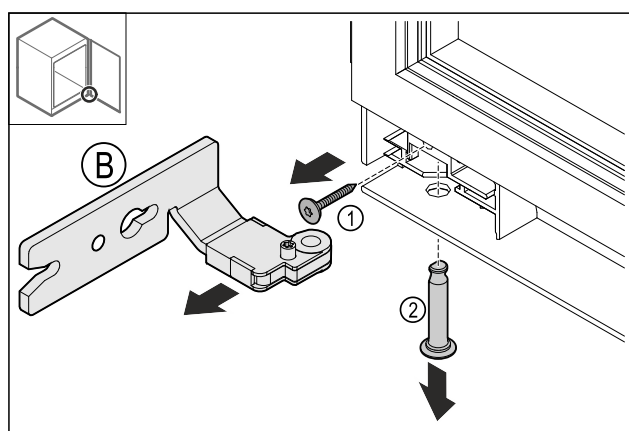

Fig. 16
- Зніміть гвинт Fig. 16 (1).
- Зніміть палець Fig. 16 (2).
- Зніміть петлю Fig. 16 (B).